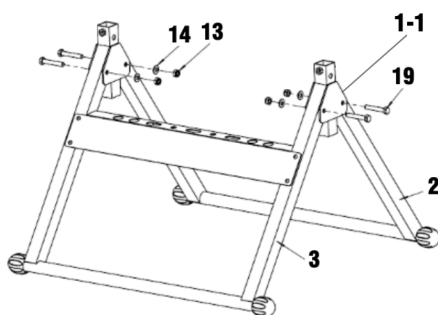

fig. 1
1. Fixez 2 supports à angle pour montant vertical (fig. 1-1) aux 2 pattes d'appui (n°s 2, 3) au moyen de 4 rondelles (n° 14), 4 écrous M8 (13) et 4 boulons M8 x 50 (n° 19) (fig. 1).